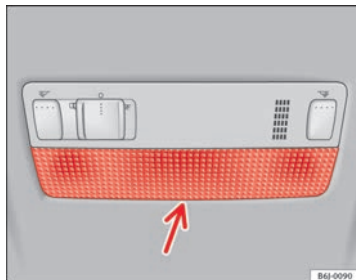

Abb. 169 Leseleuchte
- Das flache Ende eines dünnen Schraubendrehers zwischen Gehäuse und Glas einführen ⇒ Abb. 169.